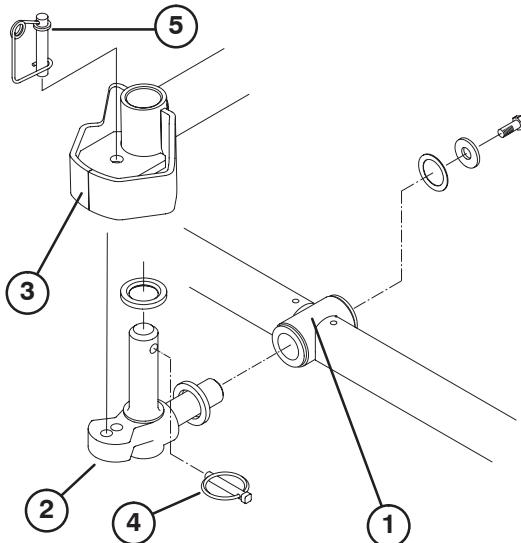

**Figure 7**
3. Lubrifiez et montez un grand joint torique dans la rainure du boîtier de roulement à chaque extrémité du plateau de coupe (Fig. 7 & 10).
4. Fixez un contrepoids sur l'extrémité appropriée de chaque plateau de coupe au moyen des vis fournies (Fig. 7).